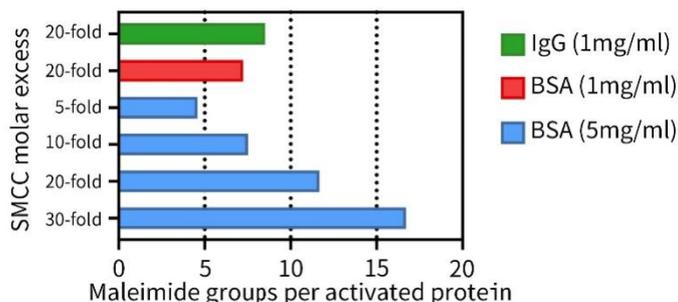

图3. 碧云天Maleimide快速标记试剂盒(P1291)对于不同比例Sulfo-SMCC修饰不同浓度的蛋白结果。实际修饰效果会因实验条件、操作等而存在一定差异, 本图仅供参考。
- **本试剂盒标记效率高、标记速度快、操作简单。**本试剂盒提供的Sulfo-SMCC可高效标记各种带伯胺基的蛋白、抗体或其它分子；提供了配套的不同柱床体积的Desalting Column (5kDa MWCO), 可轻松去除过量的标记试剂和盐离子并获得SMCC标记的生物大分子, 而不需要进行透析或者凝胶过滤。不同浓度的蛋白与不同比例的Sulfo-SMCC反应后马来酰亚胺的修饰结果可参考图3。
- 确认反应比例。**需根据蛋白的浓度, 参考下表中的推荐比例进行标记反应。如果标记效率不理想, 可酌情提高Sulfo-SMCC的比例。不同浓度的蛋白与不同比例的Sulfo-SMCC反应后马来酰亚胺的修饰结果可参考图3。